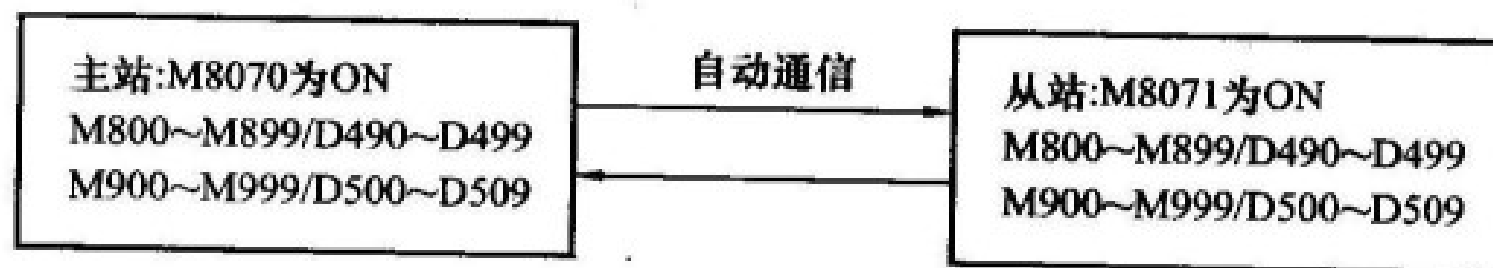
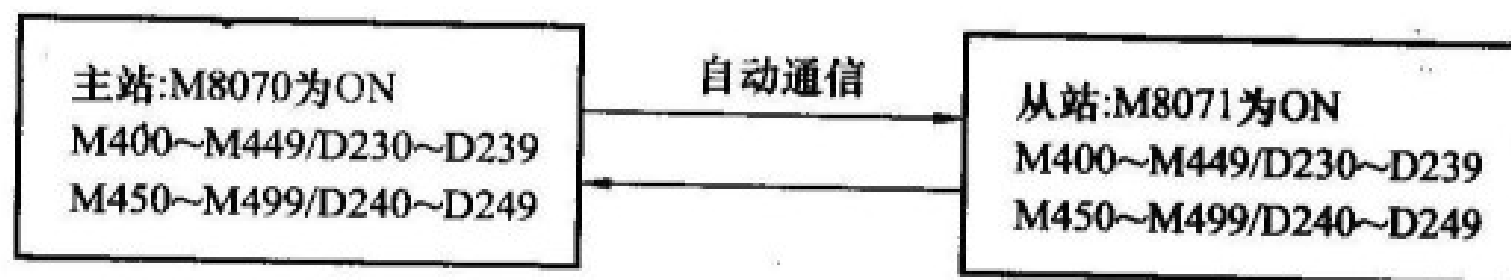

图4-5 一般模式辅助继电器和数据寄存器分配1
图4-6 一般模式辅助继电器和数据寄存器分配2
1) 一般模式：在使用1：1网络时，若使特殊辅助继电器M8162为OFF，则选择一般模式进行通信。对于FX2N(C)、FX1N系列PLC，其部分辅助继电器和数据寄存器被用于传输网络信息，其分配如图4-5所示。对于FX0N、FX1S系列PLC，其部分辅助继电器和数据寄存器的分配如图4-6所示。